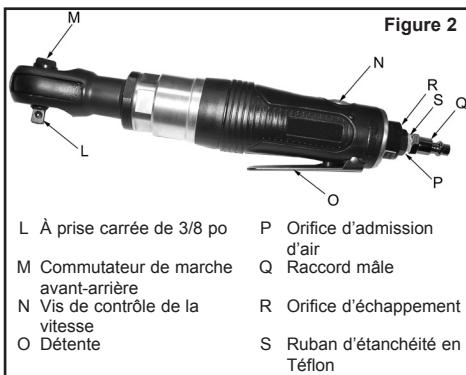

Figure 2
2. Installez un raccord mâle 1/4 po NPT (non inclus) à l'orifice d'admission d'air de l'outil (voir Figure 2). **Remarque : Enveloppez toutes les extrémités filetées à l'aide de ruban d'étanchéité en téflon.**